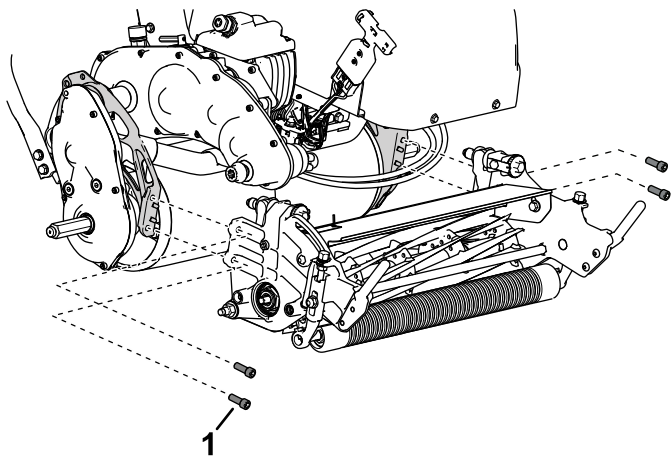

Bild 7
A. Verwenden Sie die vier Bundkopfschrauben, um das Mähwerk an der Maschine zu befestigen (**Bild 7**).